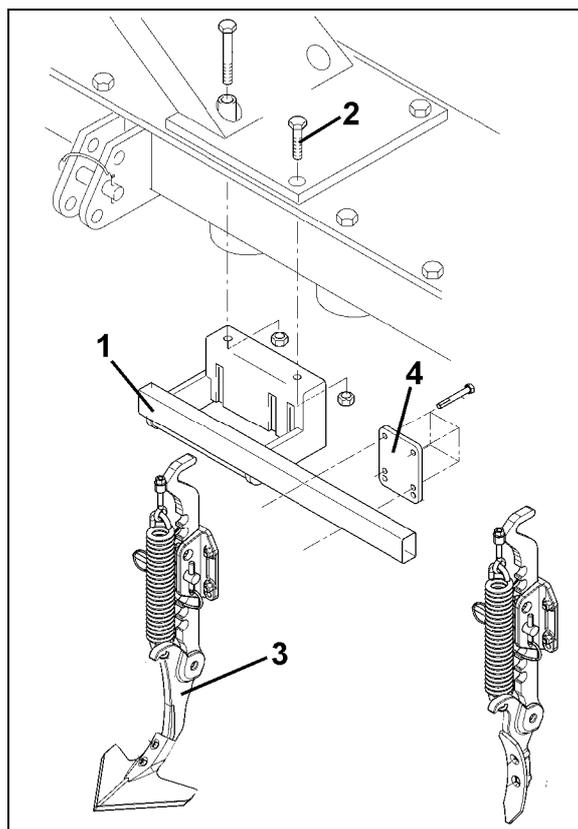

Fig. 20
A máquina de preparação do solo pode ser utilizada com uma profundidade de trabalho menor se, estes rastros forem primeiro eliminados pelos dispositivos de desagregação do rasto do tractor (Fig. 20).
2. Enroscar o tubo de suporte (Fig. 20/1) com dois parafusos de fixação da tampa (Fig. 20/2) na máquina de preparação do solo.
3. Fixar o dispositivo de desagregação do rasto (Fig. 20/3) com placas de aperto (Fig. 20/4) e parafusos no tubo de suporte.